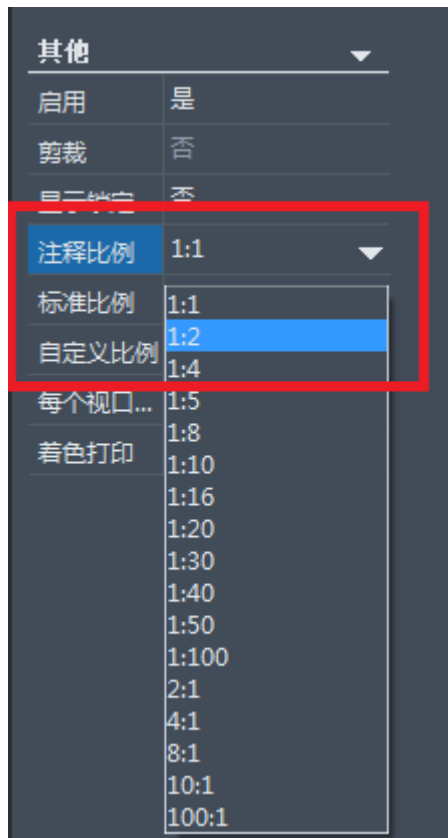

图 10-39 修改注释比例
- 3) 在“其他”——“注释比例”中，点解旁白的黑色箭头，在弹出的下拉菜单中选择 1:2 即可，如图 10-39 所示